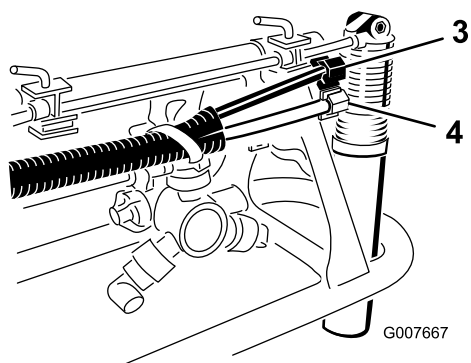

Figure 8
8. Trouvez les buses de mousse dans les pièces détachées et placez une buse sur la tige de montage, comme montré à la (Figure 8).